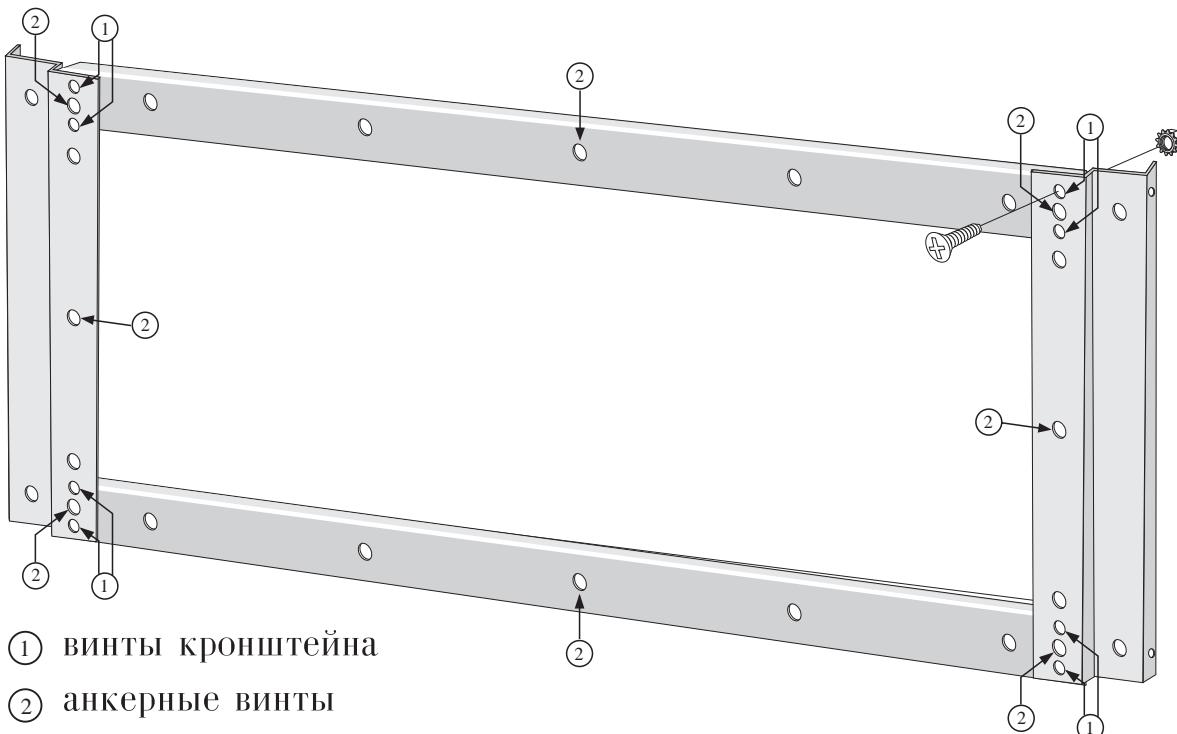
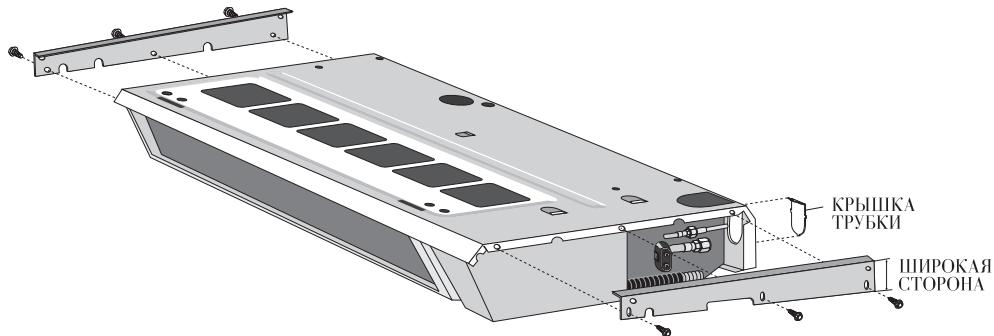

Рис. 2
Рис. 5
- Если трубы выводятся горизонтально (направление ①), то нужно снять крышку трубы внизу у водяного теплообменника (см. рис. 5).
- Если трубы выводятся вертикально (направление ②), то должен быть установлен водяной насос для слива (поставляемый отдельно по требованию).
- Для сборки установочного кронштейна используйте 4 установочные планки и 8 винтов и гаек ГТС-10 (рис. 2).
- С помощью 6 крепежных винтов прикрепите к водяному теплообменнику левую и правую боковые планки, как показано на рис. 5.